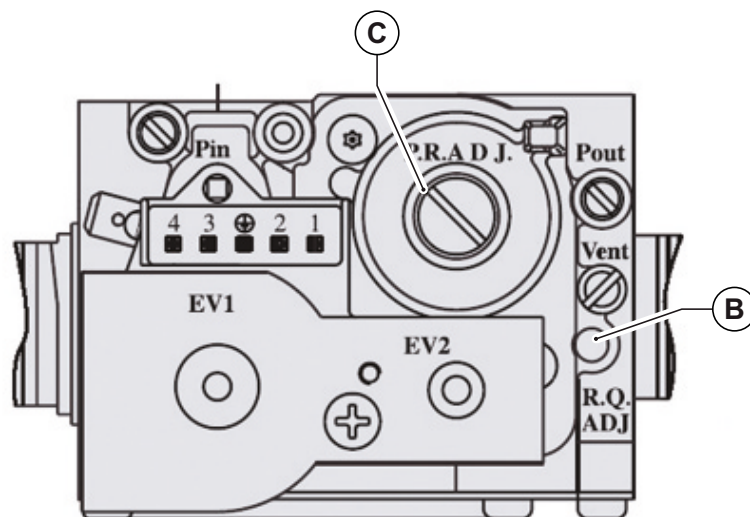

Рис. 40 Регулировка уровни содержания углекислого газа
- Отрегулировать уровень содержания углекислого газа (CO2) в дымовых газах с помощью соответствующего регулятора **B** (смотри Рис. 40 Регулировка уровни содержания углекислого газаи удостовериться, что его величина находится в пределах, указанных в Табл. 29 Содержание CO2 в дымовых газах. Не выключая режим "трубочист", перейти к следующему этапу — регулировке минимальной мощности.
- Отрегулировать уровень содержания углекислого газа (CO2) в дымовых газах, вращая регулятор «offset» **C** (смотри Рис. 40 Регулировка уровни содержания углекислого газаи удостовериться, что его величина находится в пределах, указанных в Табл. 29 Содержание CO2 в дымовых газах.